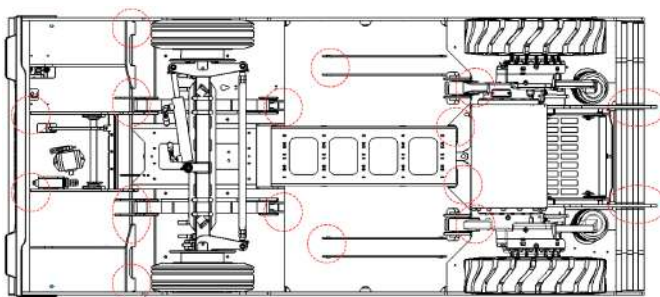

Figure 37. Zones de soudure.
- Zones de soudure (3) (voir Figure 37, les soudures ne sont pas toutes représentées).